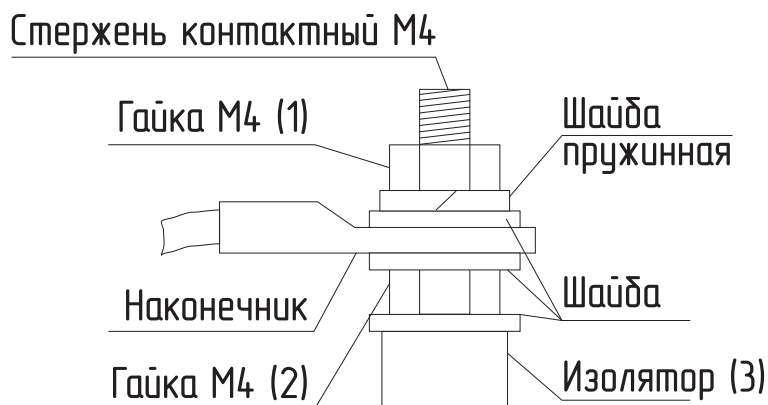

Рис. 14 Присоединение проводов к выводам блок ТЭН
- Гаек на контактных стержнях ТЭН с усилием 1,8 Нм (см. Рис. 14);
- При замене блока ТЭН присоединение фазных проводов к выводам блока ТЭН производить согласно **Рис. 14**. Сечение кабеля указано в **Табл. 2**;
- Провод нейтрالي N подключить на перемычку блока ТЭН (**Рис. 14**).